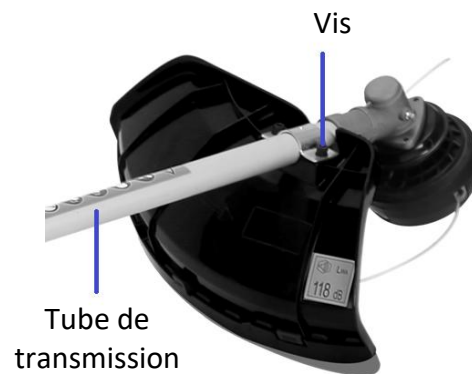

Fig. 3
- Fixez le carter de protection (3) sur le tube de transmission à l'aide des vis fournies, comme illustré à la Fig. 3.